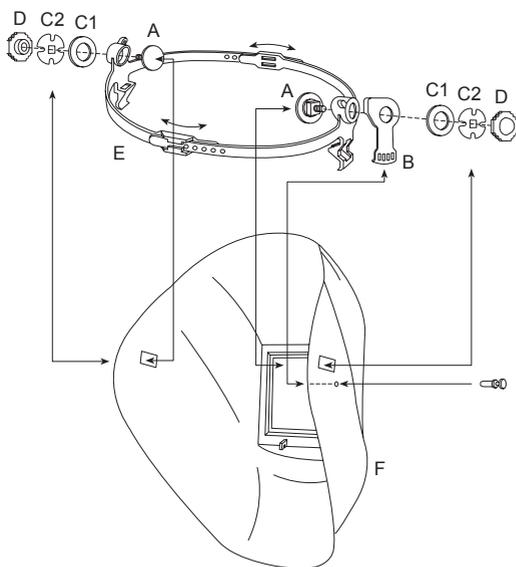
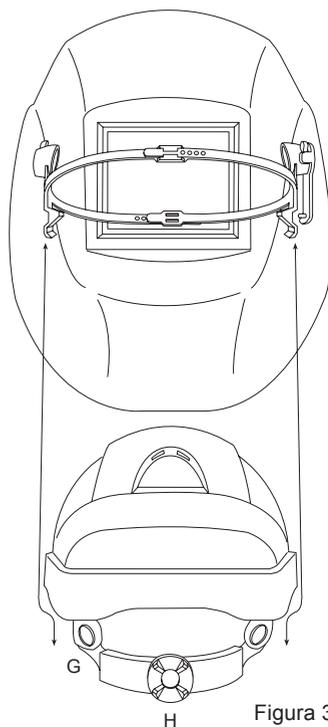

Figura 2
Figura 3
1. Inserire le viti (A) attraverso le aperture nell'anello Speedy Loop (E).
2. Inserire l'anello Speedy Loop (E) nel corpo del casco (F) come mostrato in figura 2 e premere le viti (A) attraverso l'apertura rettangolare nel corpo del casco.
3. Collocare il regolatore dell'inclinazione (B) sul lato destro fra l'anello Speedy loop (E) e il corpo del casco (F). Assicurarsi che il piccolo perno si inserisca e si blocchi in uno dei quattro fori del regolatore. Scegliere il foro adatto per garantire il massimo comfort.
4. Stringere i dadi (D) sulle viti (A) e sulle rondelle (C1, C2).
5. Collocare la maschera con l'anello sopra il casco di protezione come mostrato in figura 3. Con un "click" dalla parte sinistra e di destra la posizione si blocca. Se necessario, regolare l'estensione/il diametro dell'anello Speedy Loop per garantire una perfetta tenuta della maschera. Regolare la distanza tra la faccia e la maschera tramite l'estensione/la riduzione coordinata della parte posteriore e anteriore dell'anello Speedy Loop fino a raggiungere la posizione desiderata.
6. Il copricapo (G) può essere regolato adattandolo alla misura della testa ruotando la manopola posteriore (H). Premere la manopola e contemporaneamente ruotarla. Raggiunta la posizione desiderata, rilasciare la manopola e il copricapo sarà impostato nella posizione desiderata.